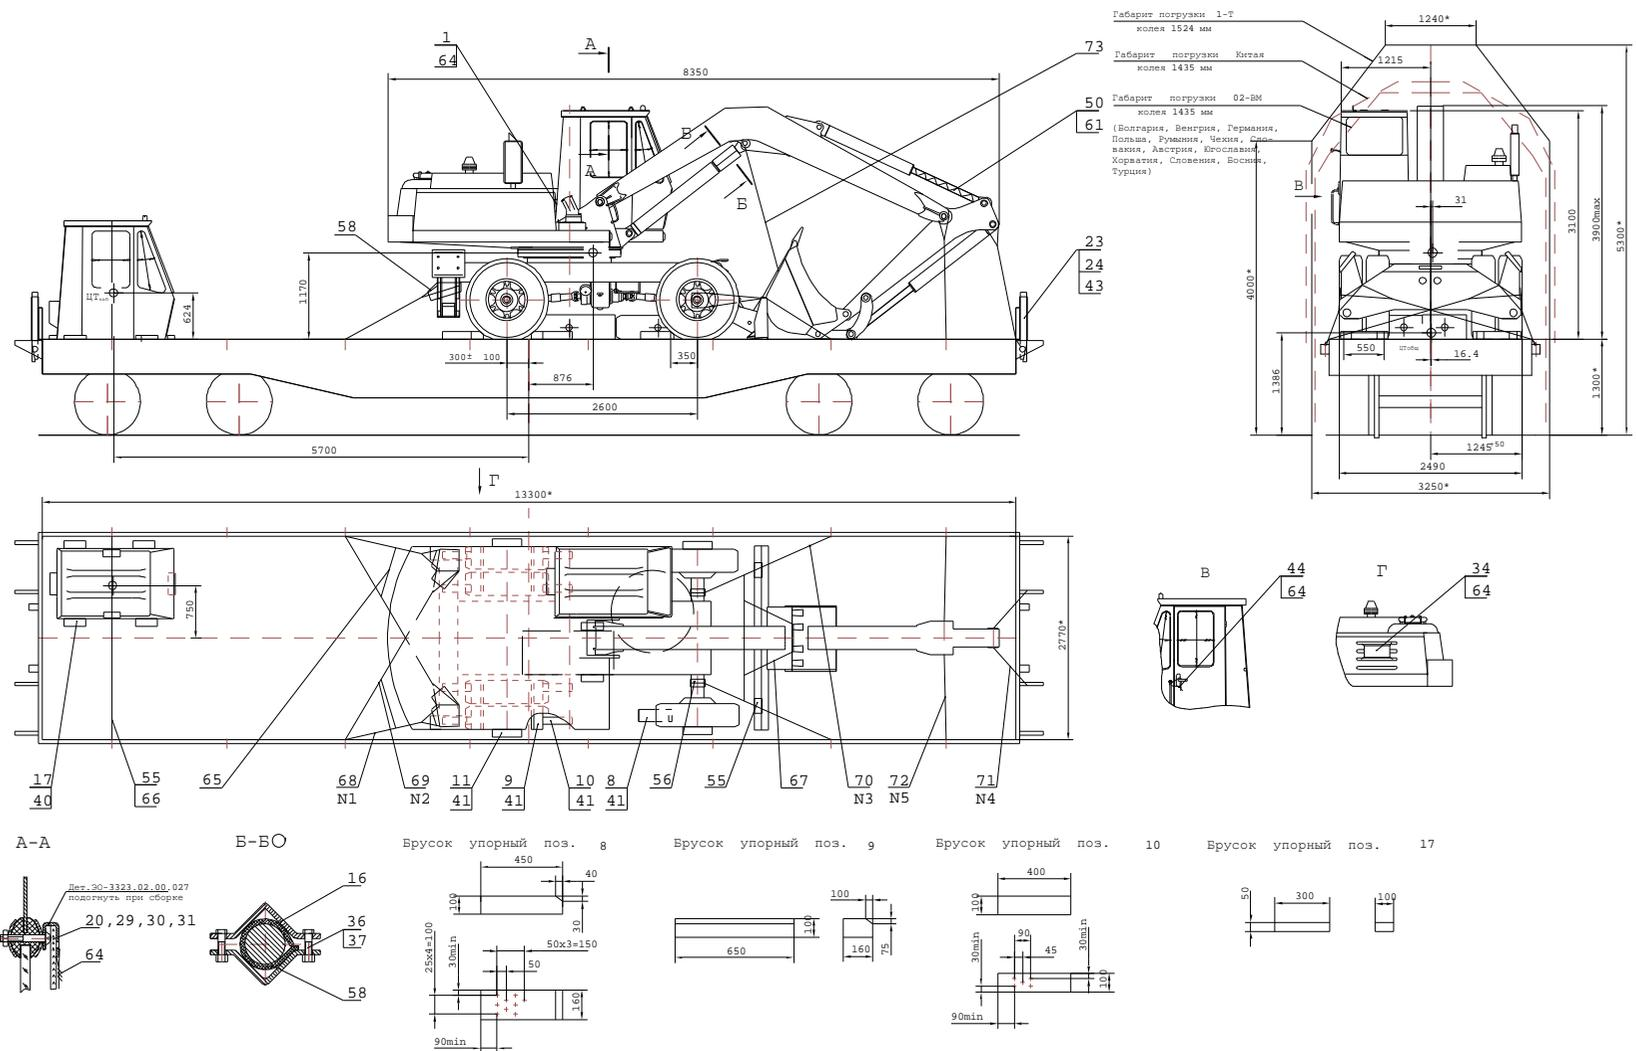

Рис. 5 Схема погрузки экскаватора на четырехосную железнодорожную платформу
2. Экскаватор грузить на платформу собственным ходом по эстакаде с углом наклона до 15 или с помощью крана и разместить над продольной осью платформы по схеме (см. рис. 5). Стелу опустить, рукоять и ковш подвернуть. Включить стопор поворота, стояночный тормоз, 1-ю передачу КПП. После погрузки рычаги управления гидрораспределителем установить в нейтральное положение. Законсервировать штоки гидроцилиндров, слить воду из отопителя кабины, системы охлаждения двигателя и